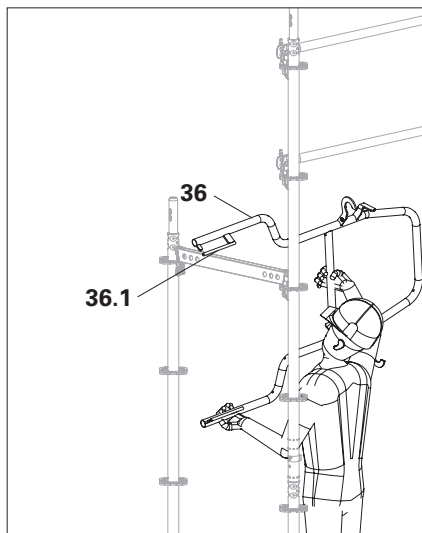

Fig. A5.14a
1. Posizionare il parapetto di chiusura (36) sopra il traverso. I perni di posizionamento (36.1) devono essere rivolti verso l'esterno dell'impalcatura. (Fig. A5.14a)